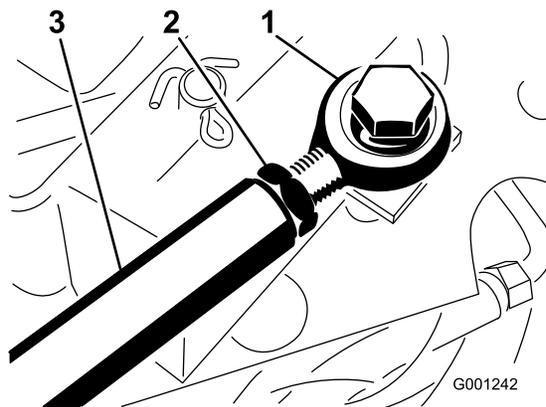

Figura 67
3. Si es necesario hacer un ajuste mayor, ajuste la varilla de tracción (Figura 67) de la manera siguiente: